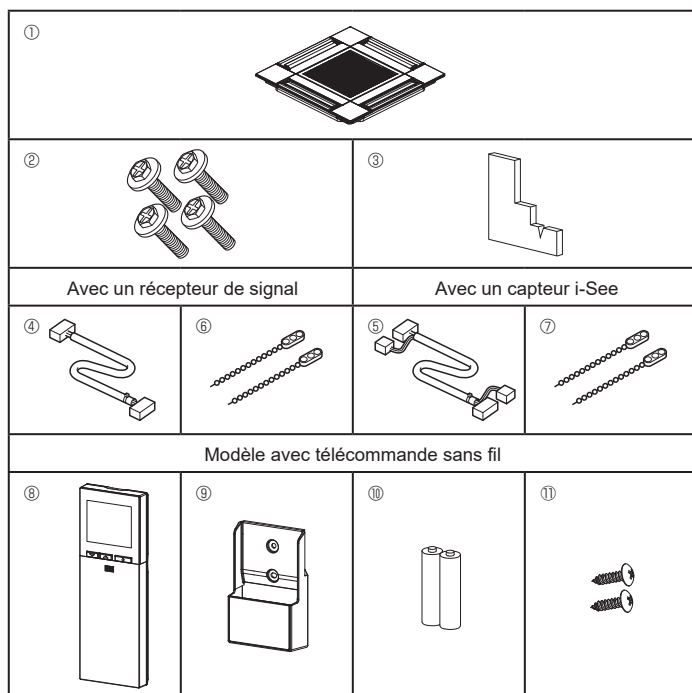

Fig. 5-1
5.1. Vérifiez la présence des accessoires de la grille (Fig. 5-1)